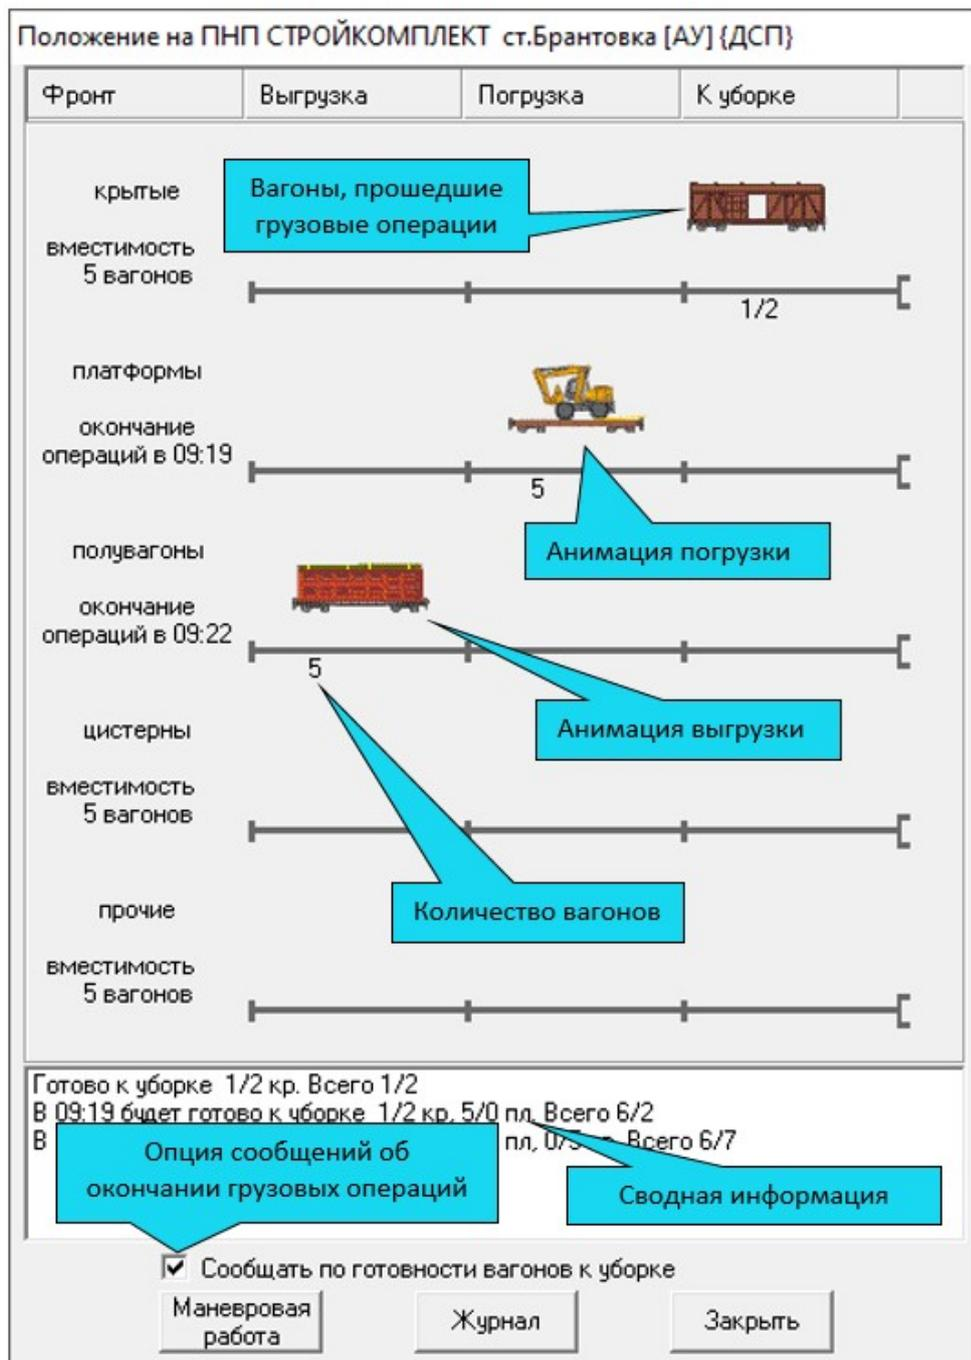

Рис.4 Окно «Положение на ПНП».
- «Положение» – вызывает окно «Положение на ПНП» (рис.4);
При нажатии на функциональную кнопку ПНП левой клавишей мыши появляется окно «Положение на ПНП» (рис.4).
Окно «Положение на ПНП» (рис.4) служит для получения информации о положении на ПНП. Окно имитирует процесс общения игрока с работниками ПНП и позволяет планировать маневровую работу по подаче и уборке вагонов.
- Закрыть – закрывает окно положения на ПНП (Рис.4).
- Кнопка «Маневровая работа» окна «Положение на ПНП» в случае, если на момент вызова маневровая работа не выполняется (рис.4);
В окне «Положение на ПНП» (Рис.4,11) можно посмотреть время окончания грузовых операций на данном фронте, анимацию погрузки и выгрузки, а также количество вагонов, с которыми на данный момент производятся грузовые операции.